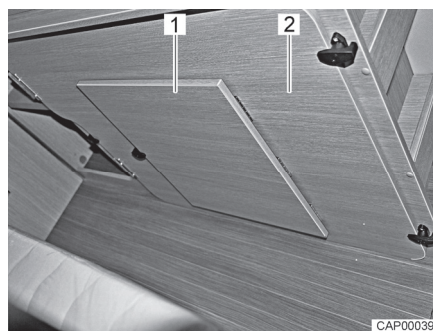

Fig. 40 Planche amovible sur le coffre de banquette de droite
- Retirer la planche amovible supplémentaire (Fig. 40,2) du coffre de banquette de droite à l'arrière.
- Déplier le repose-pieds (Fig. 40,1) de la planche amovible.